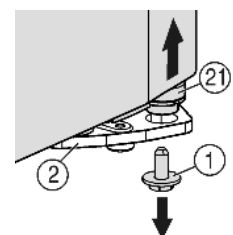
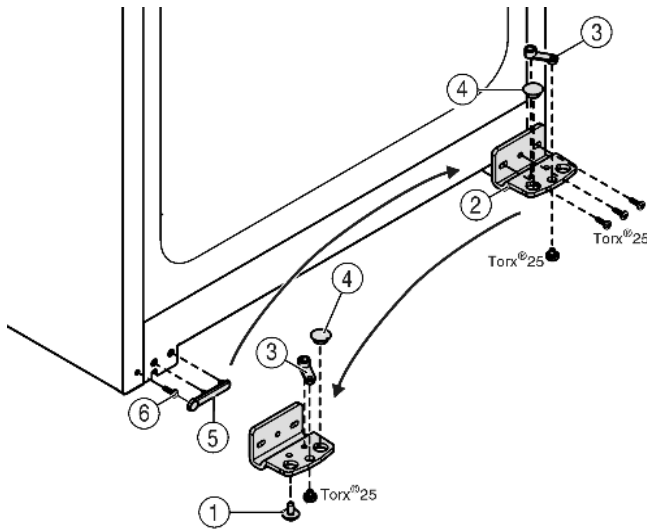

Fig. 4
Fig. 5
- ▶ Rechts onder aan de lagerbus de borgschroef *Fig. 4 (1)* uitdraaien.
- ▶ De lagerbout *Fig. 4 (2)* komt uit de lagerbus *Fig. 5 (2)* los.
- ▶ Indien de lagerbout Fig. 4 (21) niet los komt, de bout van onder naar boven drukken.
- ▶ Lagerbus Fig. 5 (2) losschroeven.
- ▶ Lagerdeel Fig. 5 (3) losschroeven en in het tegenoverliggende opnamegat van de lagerbus omzetten en weer vastschroeven.
- ▶ Stop Fig. 5 (4) uit de lagerbus verwijderen en in de tegenoverliggende opening van de lagerbus omzetten.
- ▶ Afdekking Fig. 5 (5) aan kant van de greep voorzichtig wegnemen.
- ▶ Schroef Fig. 5 (6) uitdraaien en aan de andere kant weer indraaien.
- ▶ Afdekking Fig. 5 (5) weer terugplaatsen.
- ▶ Lagerbus Fig. 5 (2) aan de nieuwe scharnierzijde evt. met behulp van een accuschroevendraaier weer **goed (met 4 Nm)** vastschroeven.
- ▶ Borgschroef Fig. 4 (1) onder in de lagerbout draaien en vastschroeven (**met 4 Nm**).